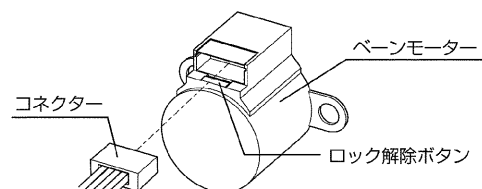

図33
- (2) ベーンに接続しているコネクタを外します。コネクタはロックされていますのでロック解除ボタンを押しながらコネクタを外します。（図33）
- (3) ベーンモーターカバーを、外したときと逆の要領で取付けてください。
- (4) 手でベーンをゆっくりと設定したい方向に合わせます。